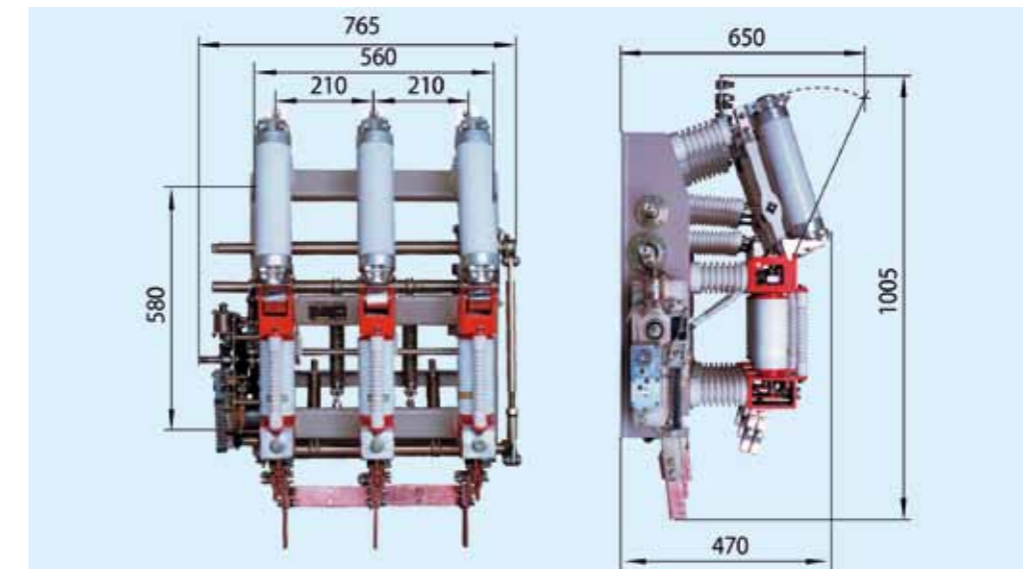

Рис. 6.1 Внешний вид и размеры
6.1 Внешний вид и размеры (см. рис. 6.1)